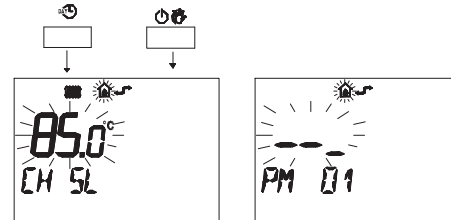

Fig. 5.34
- Pulse simultáneamente los botones y para entrar en la modalidad de programación transparente (Fig. 5.34).